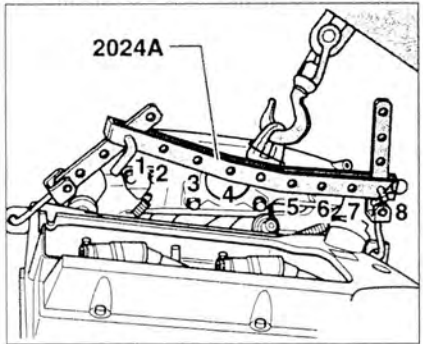

Рис. 2.15. Присоедините подъемное устройство 2024 А и слегка приподнимите краном.
35. Присоедините подъемное устройство 2024 А и слегка приподнимите краном (рис. 2.15).